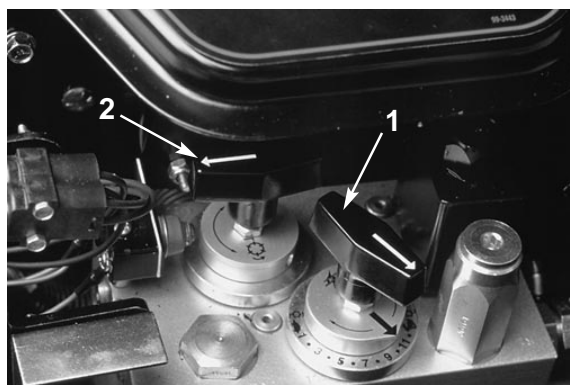

Fig. 10
**Knivcylinderhastighedsregulator** (fig. 10)—(Placeret under konsoldækslet)—Den ønskede klippehastighed (knivcylinderhastighed) opnås ved at dreje knivcylinderhastighedsregulatoren til den pågældende indstilling for klippehøjde og klippehastighed. Se afsnittet: *Valg af klippehastighed* i betjeningsvejledningen.
**Baglapningsvælger** (fig. 10)—(Placeret under konsoldækslet)—Drej vælgeren med uret for baglapning og mod uret for klipning. Vælgerens stilling må ikke ændres, når knivcylindrene drejer.